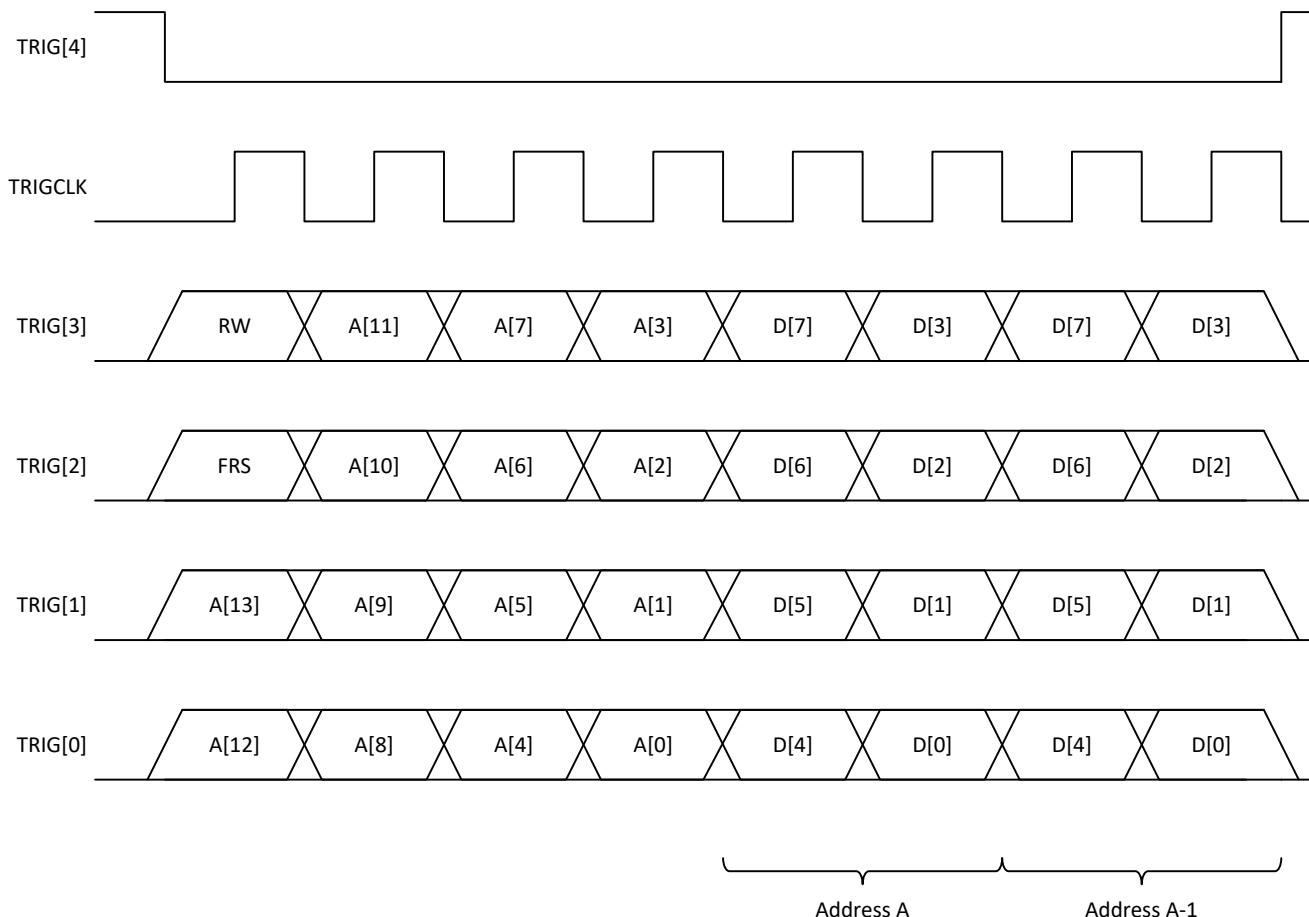

図 8-3. FR インターフェイスのタイミング図
高速再構成 (FR) インターフェイスは、PFIR 係数および NCO 周波数および位相を設定するための高速書き込み専用アクセスを提供します。FR インターフェイスは SPI インターフェイスと似ていますが、クロック サイクルごとに 4 ビットが送信され、外部トリガ ピンが再利用されます。図 8-3 に、FR タイミング図を示します。次に、R/W ビット（このデバイスの書き込みを示すため常に 0 に設定）とトランザクション同期ビット **FRS**（このデバイスではトランザクション同期はサポートされていないため常に 0 に設定）、および 14 ビットのアドレスに続いているいくつかのデータ バイトを使用します。このアドレスは、各データ バイトの後にデクリメントされます（リトル エンディアンと整合します）。このインターフェイスはバイトでアドレス指定でき、各バイトの後にデータがコミットされます。FR インターフェイスは、1 クロックにつき 4 ビット（1 ニブル）を取ります。マルチニブル フィールドの場合、データは最上位のニブルから送信されます。トランザクション同期ビット（**FRS**）が設定されている場合、**NCO_SYNC_SRC** レジスタ フィールドで指定された同期イベントが **FRCS** の立ち上がりエッジで発生します。最初のデータ バイトの完了前に終了したトランザクションでは、**SYNC** イベントがトリガされない場合があります。